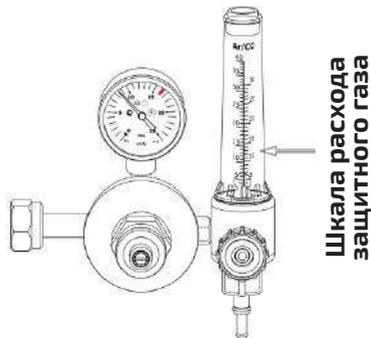

Рис. 9.1.3. Установка расхода газа.
6. С помощью регулятора (см. рис. 9.1.3) установите необходимый расход защитного газа (от 4 до 25 л/мин в зависимости от выполняемых задач или см. таблицу 10.10.3).